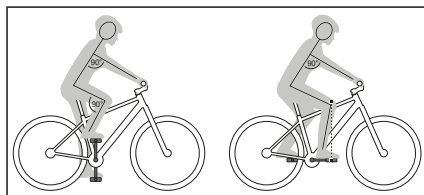

Fig. 2: position assise
- ↳ Veiller à adopter une position assise confortable et à utiliser en toute sécurité tous les composants du guidon, même pendant les longs trajets. (Voir Fig. 2).